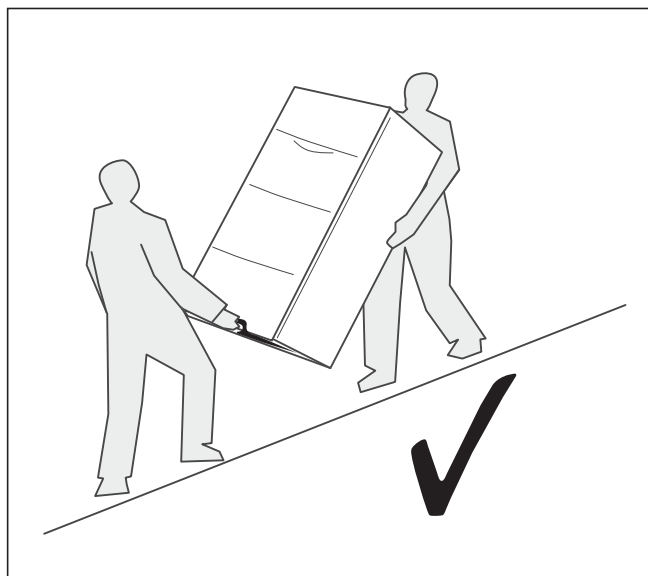

Fig. 4.3 Transport correct
- Ne transportez l'appareil que tel qu'illustré sur la Fig. 4.3.